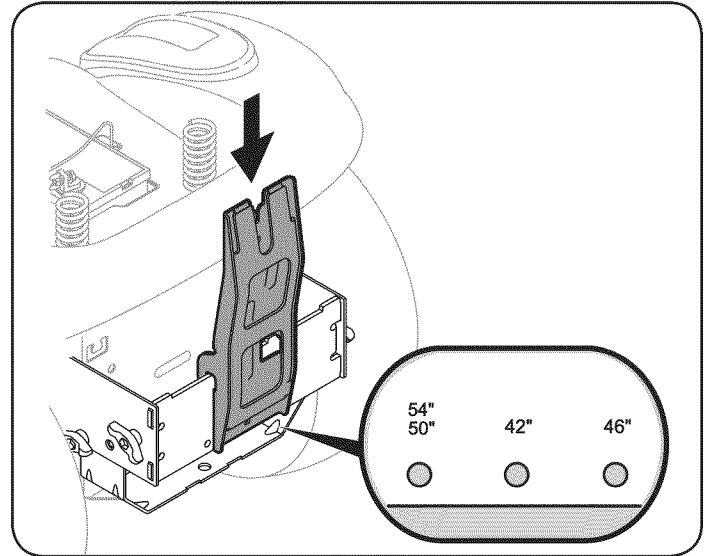

Figure 34
5. Instalar la abrazadera de soporte vertical sobre el conjunto de montaje en el tractor y lo engancha en cruz sobre el soporte de montaje y la alineación con el orificio de montaje que indica el tamaño de la cubierta está equipado con la máquina, como se muestra en Figure 34.
Nota: El soporte de montaje incluye una estampación por encima de cada orificio de montaje que indica que la posición para montar el soporte en posición vertical. Vea el recuadro de Figure 34